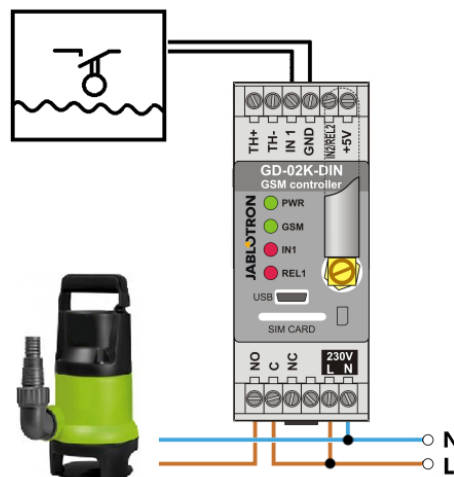

Figure 3 : Surveillance du niveau d'eau maximal dans un réservoir avec une vidange automatique de l'eau en utilisant une pompe à eau.
- Ce diagramme montre la connexion du capteur de niveau aux entrées IN1 et GND. La sortie de puissance REL1 commute sur 230 V pour alimenter la pompe à eau, voir la figure 3.